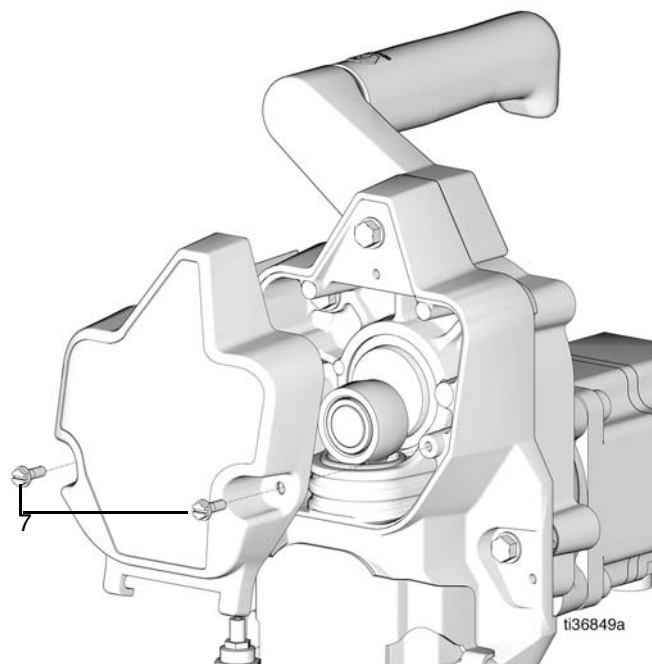

FIG. 14
14. Vuelva a poner la cubierta en la parte delantera de la bomba (7) y sujétela con los dos pernos (FIG. 14).